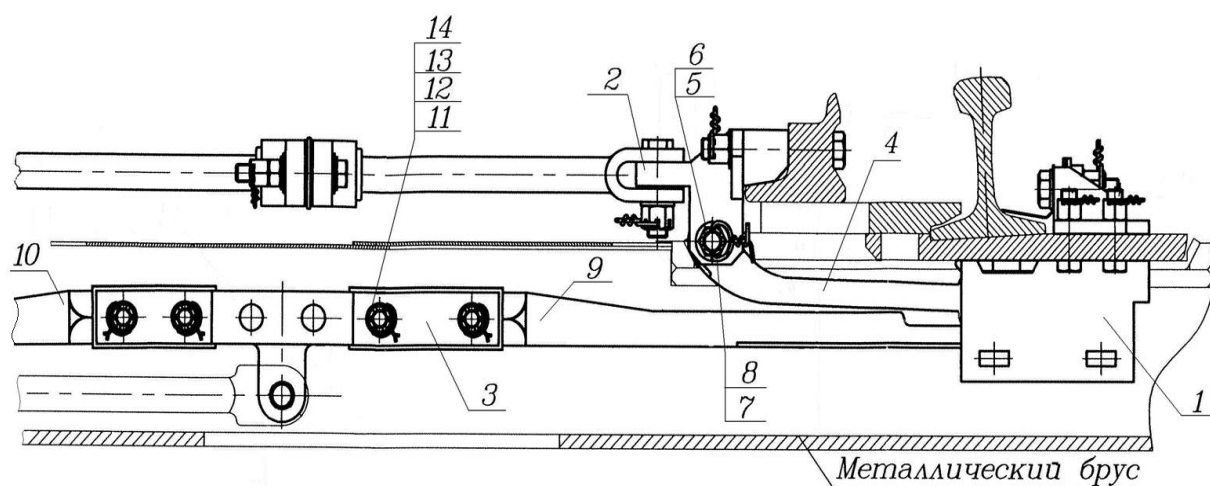

Рис.1. Замыкатель внешний вертикальный ВЗ-7 (черт. 17713-00-00)
- подготовленная к замене ведущая планка, представленная на рис.1 (состоящая из планки черт. 17713-08-00 (поз.3) и планок черт. 17713-00-01 (поз.9), черт. 17713-00-01-01 (поз.10)) и/или клеммера внешнего замыкателя;
- необходимо собрать ведущую планку из планки средней (поз.3) и планок (поз.9 и поз.10) (рис.1);